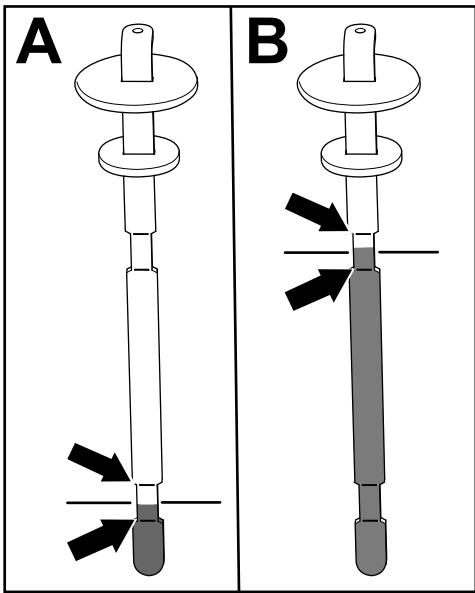

Bild 85
5. Nehmen Sie den Peilstab wieder heraus und prüfen Sie den Ölstand (Bild 85).
- **Bei angebautem Mähwerk:** Der Hydraulikölstand ist korrekt, wenn sich die Flüssigkeit zwischen den beiden Markierungen auf dem Ölpeilstab abzeichnet (A in Bild 85). Liegt der Flüssigkeitsstand über den unteren Markierungen ist dies auch ausreichend.
- **Bei installiertem Schlauchkit für hydraulische betriebene Anbaugeräte:** Der Hydraulikölstand ist korrekt, wenn sich die Flüssigkeit zwischen den beiden oberen Markierungen auf dem Ölpeilstab abzeichnet (B in Bild 85).